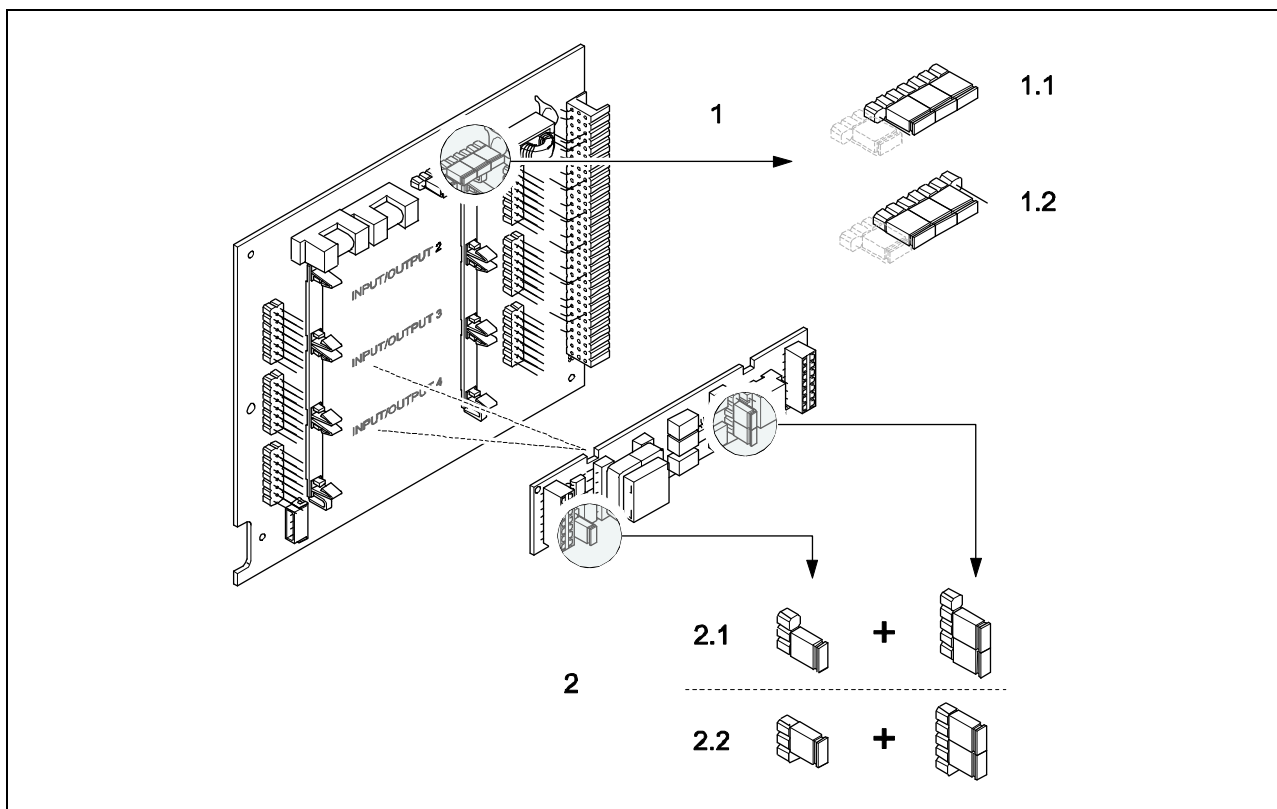

Рис. 46: Конфигурирование токовых выходов при помощи перемычек (плата I/O с гибким распределением модулей)
3. Установите перемычки → см.рис. 46, 47